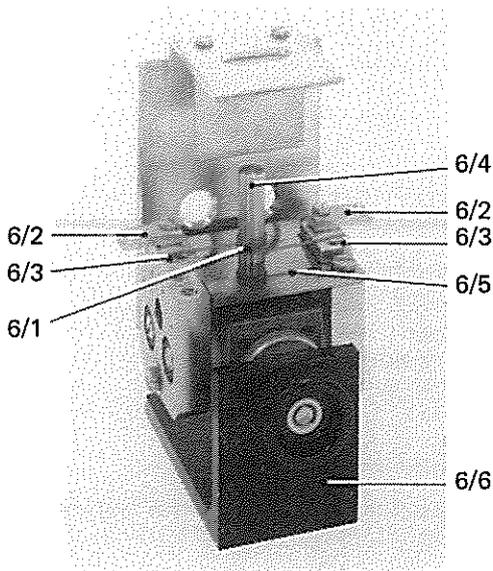

Fig. 6 Einsetzen der Wolframkathode
- Wolframkathode (Pos. 6/1) in Verdampferkopf einsetzen. Dazu Verdampferkopf gemäss Fig. 6 an Winkelstativ Pos. 6/6 (siehe Verdampfer-Zubehör) festschrauben, Wehneltdeckel (Pos. 3/4) nach Lösen der beiden Befestigungsschrauben abnehmen, beide Kathoden-Klemmplättchen (Pos. 6/2) entfernen und Auflageflächen (Pos. 6/3) für Kathode sauber reinigen (Übergangswiderstand!).